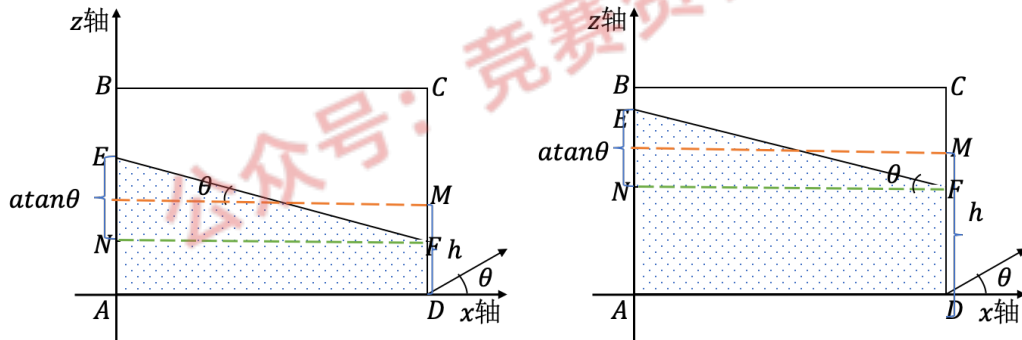

图 8: $h_k(t) \leq \frac{c_k}{2}$ 和 $h_k(t) > \frac{c_k}{2}$ 时油面形状为梯形 1 示意图
(3) 油面呈现为“梯形 1”: $|\theta| < \theta_1$ 且 $h_k(t) \leq \frac{c_k}{2}$; $|\theta| < \theta_3$ 且 $h_k(t) > \frac{c_k}{2}$ 。如图 8 所示。